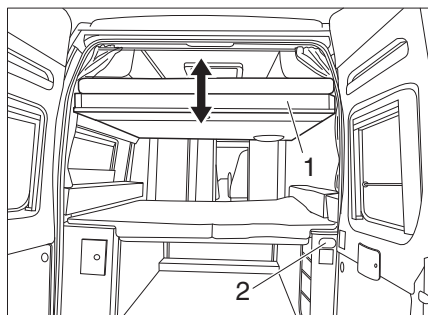
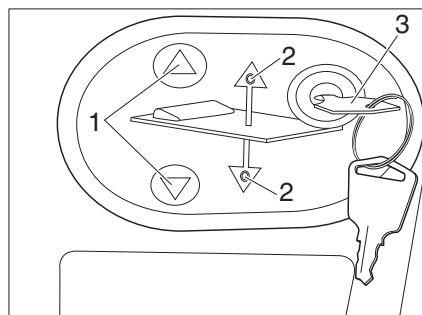

Fig. 54 Lit escamotable électrique
Fig. 55 Panneau de commande pour le lit escamotable électrique
- Insérer la clé (Figure 55, 3) dans le panneau de commande (Figure 54, 2).
- Appuyer sur la touche ▼ ou ▲ (Figure 55, 1) et la maintenir enfoncée. La DEL respective (Figure 55, 2) s'allume et le lit escamotable (Figure 54, 1) s'abaisse ou se lève.
- Lorsque la position désirée est atteinte, relâcher la touche ▼ ou ▲ (Figure 55, 1). La DEL respective (Figure 55, 2) s'éteint.
- Retirer la clé (Figure 55, 3).